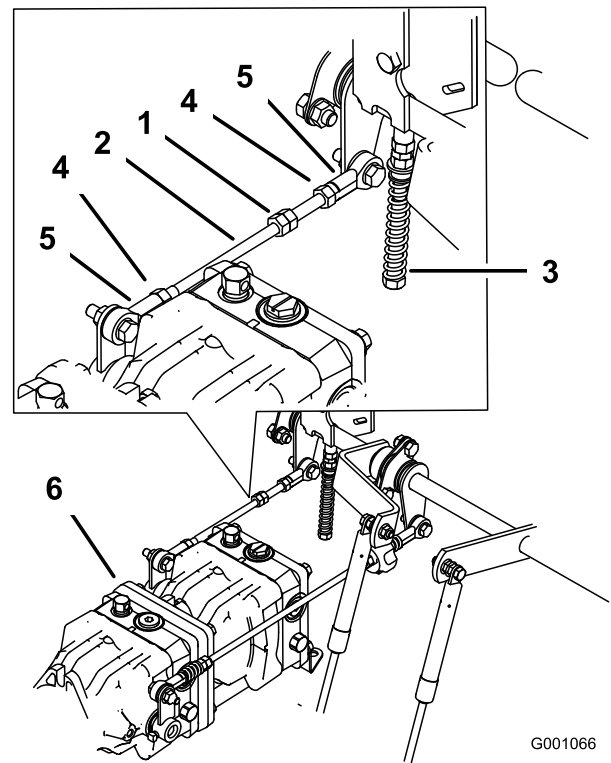

Bild 82
1. Lockern Sie die Sicherungsmuttern an den Kugelfelenken der Pumpsteuerungsstange (Bild 82).
3. Stellen Sie die Länge der Pumpstange ein, indem Sie die Doppelmutter an der Stange so weit in die entsprechende Richtung drehen, bis das Rad stillsteht oder sich leicht zurückdreht (Bild 82).
6. Ziehen Sie die Klemmmuttern an den Kugelfelenken fest (Bild 82).